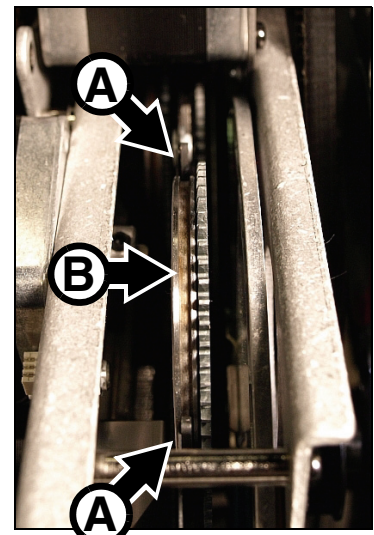

Bild 21: Haltefeder des Gobohalters
11. Siehe Bild 21. Schieben Sie den Gobohalter etwas in die Aufnahme **A** des Goborades. Die Feder der Aufnahme muss in die Nut **B** des Gobohalters eingreifen. Prüfen Sie die korrekte Ausrichtung des Indexamagneten zum gewählten Referenzpunkt und schieben Sie den Gobohalter vollständig in die Aufnahme, bis die Zähne in Eingriff kommen. Prüfen Sie erneut die korrekte Ausrichtung des Indexamagneten.